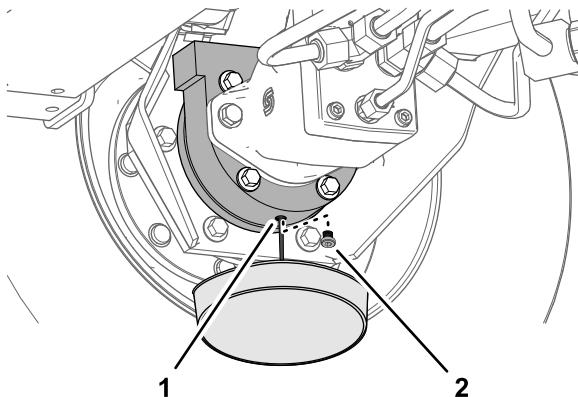

Figura 69
6. Coloque un recipiente debajo del alojamiento del freno, retire el tapón y deje que se drene por completo el aceite (Figura 69).